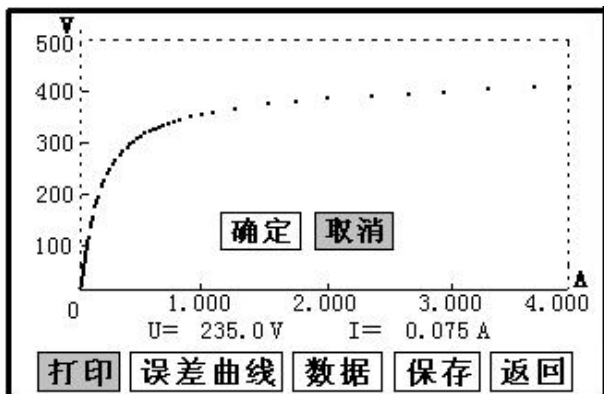

图 8
- **打印**：旋转鼠标将光标移动至“打印”选项，按下旋转鼠标（如图 8），选择确定后，先打印伏安特性曲线，然后打印数据，打印数据仪器自动进行筛选，方便用户做报告用。同时减少更换打印纸的频率，节省时间，提高效率。